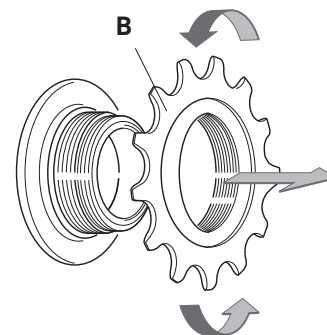

Abb. 11
- Nehmen Sie das feste Ritzel (B - Abb. 11) vom Gewindekörper der Nabe ab, indem Sie es gegen den Uhrzeigersinn losdrehen.